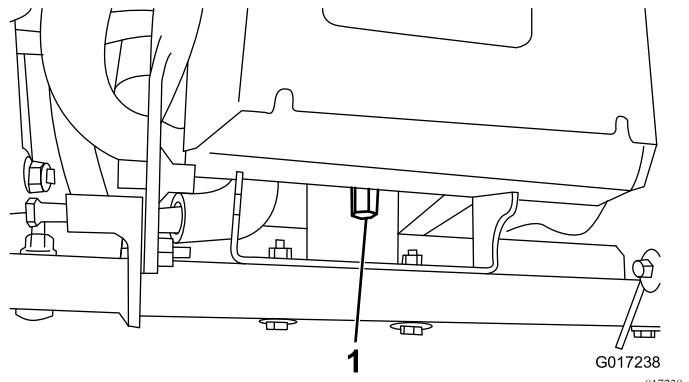

Figura 12
4. Retire a porca alta que prende a traseira da base da bateria à estrutura da máquina (Figura 12).